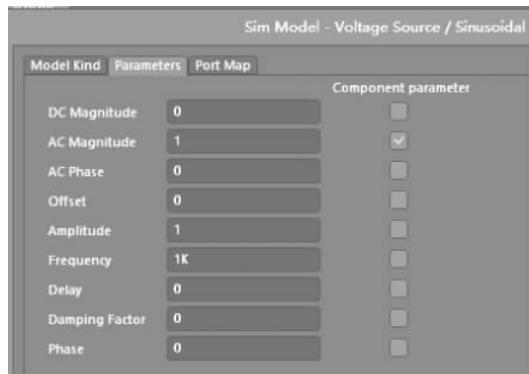

图 3-28 修改正弦信号源配置参数界面
③ 从图形中可以看出,当前选择的是 Sinusoidal,单击 Parameters 标签栏,可以看到正弦信号的参数,在该界面下可以对该信号源的参数进行修改,如图 3-28 所示。在右侧 Component parameter(元件参数)中选中相应的参数,就可以在原理图界面中看到该参数。